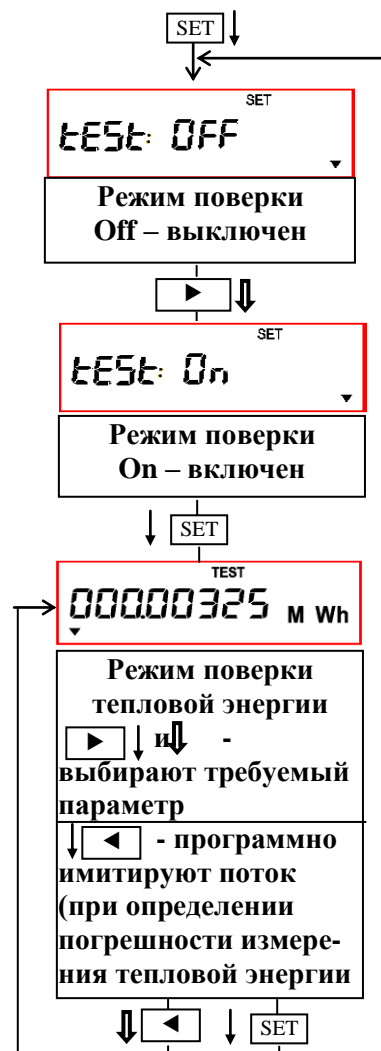

Рисунок. 8.4. Режим поверки тепловой энергии
8.6.2. Включение режима поверки “TEST” (рисунок 8.4). Вычислитель входит в режим программирования путем нажатия на кнопку «SET» (находящиеся на крышке электронного модуля) На индикаторе появляется “SET” и сообщение “Test: off”- режим поверки выключен. Длительным нажатием кнопки ▶ выбрать режим “Test:on” и нажать кнопку программирования “SET”. Вычислитель переходит в режим поверки – на верхней части индикатора появляется надпись TEST. Поверяемый параметр (E1, E2, Θ1, Θ2, Θ3, Θ4, Θ5, p1, p2) можно выбрать кратким или длительным и кратким нажатием кнопки ▶.